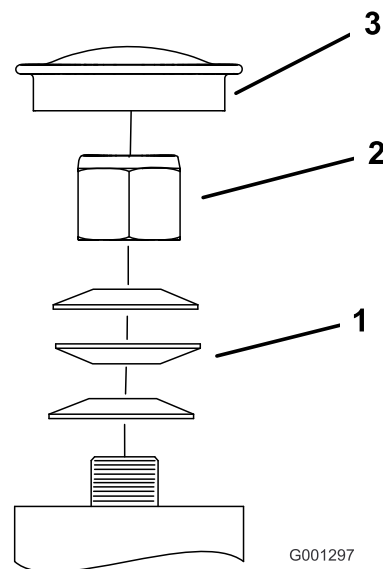

Figure 62
3. Retirez le couvre-moyeu de la roue pivotante et serrez le contre-écrou (Figure 62).
4. Continuez de serrer le contre-écrou jusqu'à ce que les rondelles élastiques soient aplaties, puis desserrez-le d'un quart de tour pour obtenir la précharge correcte des roulements (Figure 62).
Important: Veillez à placer les rondelles élastiques comme montré à la Figure 62.
5. Reposez le couvre-moyeu (Figure 62).